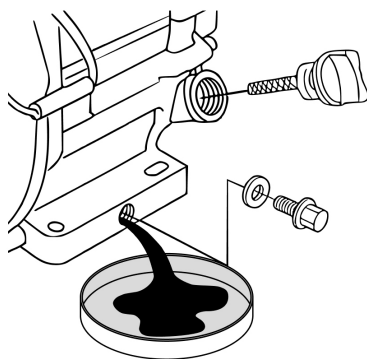

Рисунок 17. Замена масла в двигателе
4. Очистите от загрязнений крышку-щуп и зону вокруг маслозаливной горловины. Извлеките крышку-щуп из маслозаливной горловины (Рис. 17) и протрите щуп чистой ветошью.
5. Открутите пробку для слива масла и слейте отработанное масло в подготовленную для этого емкость (Рис. 17).
1. Отстегните крышку и снимите крышку воздушного фильтра (Рис. 17).